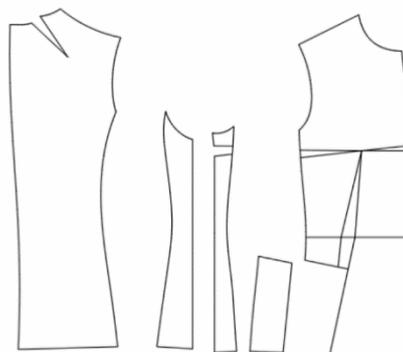

图 5-3-6 衣身结构处理 (4)
(7) 用“✂️ (剪断线)”和“🧼 (橡皮擦)”工具将前片开袋位置断开分离，如图 5-3-6 所示。